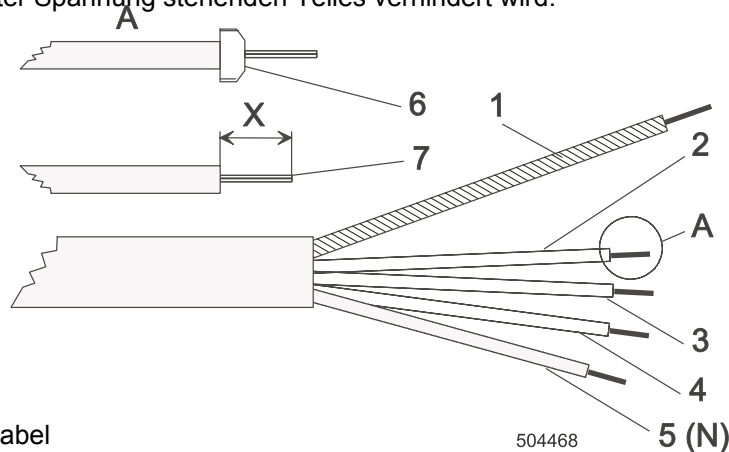

Abb. 4.4.D Vorbereitung Zuleitungskabel
Für den Anschluß Kabel oder Schnur mit Kupferleitern verwenden. Die Leitungsenden so, wie in der Abb. 4.4.D behandeln. Den gelbgrünen Leiter (Schutzleiter) immer um etwas länger belassen, damit bei einem eventuellen Kabelherausreißen dieser immer als letzter abgetrennt wird. Im Verwendungsfall eines Kabels (harte Kupferleiter) einzelne Adern immer nur soviel abisolieren, damit nach Leiteranschluß ins Gerät aus der Klemme kein abisoliertes Teil (7 - Maß X) herausragt. Bei Schnurverwendung (verseilte Kupferleiter) können einzelne Adern auf gleiche Weise wie beim Kabel abisoliert werden, oder es werden Presshülsen (6) verwendet. In diesem Fall müssen Presshülsen mit isoliertem Hals verwendet werden, damit nach dem Leiteranschluß eine Berührung des unter Spannung stehenden Teiles verhindert wird.